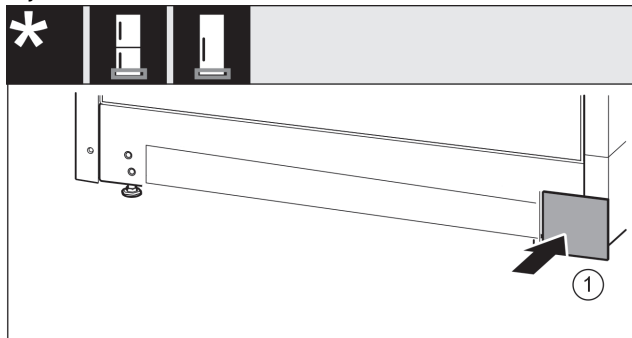

Fig. 38
- ▶ Kryt Fig. 38 (1) opět nasadíte na druhé straně.